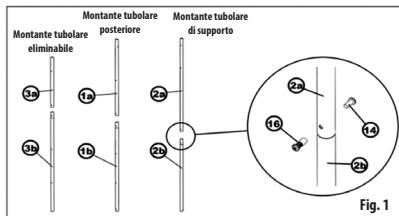

Fig. 1
Assemblare le singole parti dei montanti tubolari. La parte con l'estremità ridotta rappresenta sempre la parte inferiore del montante e l'estremità ridotta deve essere rivolta sempre verso l'alto (Fig. 1). Assemblare il montante di supporto (2a+2b) con la vite decorativa (14) e il dado tubolare (16); i punti di altri piedi saranno nascosti dai gradini (7).